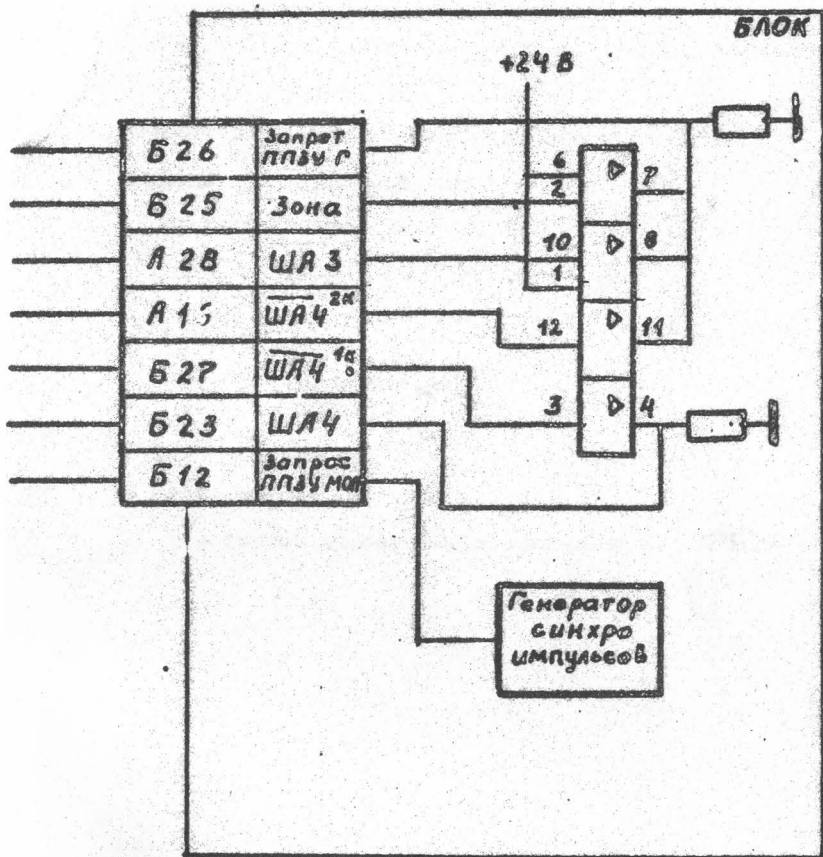

Рис. 6 СХЕМА АДРЕСНОГО СОПРЯЖЕНИЯ БЛОКА С МИКРО-ЗВМ
4. 6. Для наращивания внутренней памяти стандартными платами в микро-ЭВМ "Электроника С5-12" предусматриваются четыре зоны памяти, емкостью по 4 кбайт, каждая из которых имеет свой сигнал обращения: "Зона-1", "Зона-2", "Зона-3", "Зона-4". Последующая выборка конкретного массива памяти в 1 кбайт в любой зоне осуществляется дешифрацией ШАЗ и ША4. Поэтому для организации адресного сопряжения блока с микро-ЭВМ "Электроника С5-12" в блоке предусмотрены входы для сигналов "Зона" и для адресных сигналов ШАЗ и ША4, которые поступают на ДШ блока (рис.6.). Т.К. в микро-ЭВМ "Электроника С5-12" на внешние разъемы выведены как прямые, так и инверсные сигналы ШАЗ и ША4, то подавая различные комбинации этих четырех разрядов можно в каждой зоне подключить по 4 блока, обращение к которым происходит в соответствии со следующими логическими выражениями:
Как видно из рис. 6, при подключении блока к микро-ЭВМ "Электроника СБ-11" сигнал Зпр ППЗУ поступает непосредственно (минуя ДШ) на схему формирования фаз блока ППЗУ.